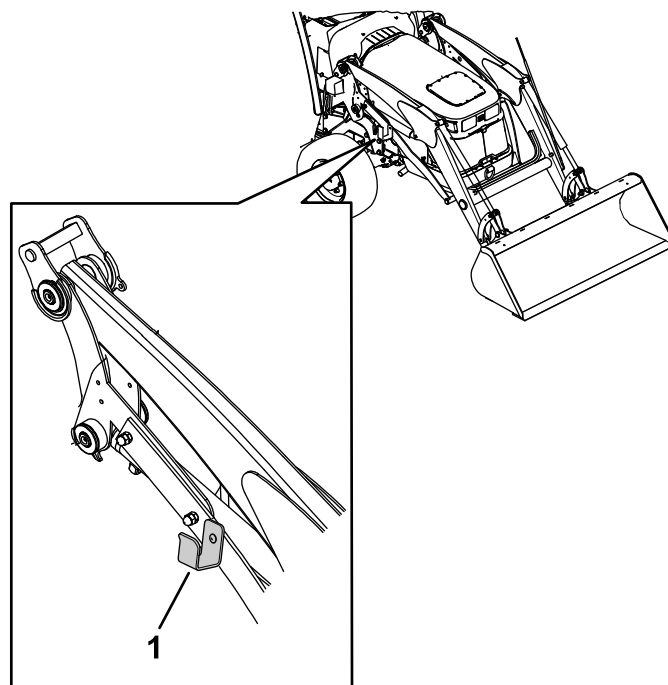

Figura 49
8. Posizionate il gruppo di flessibili sull'apposita piastrina (Figura 49).